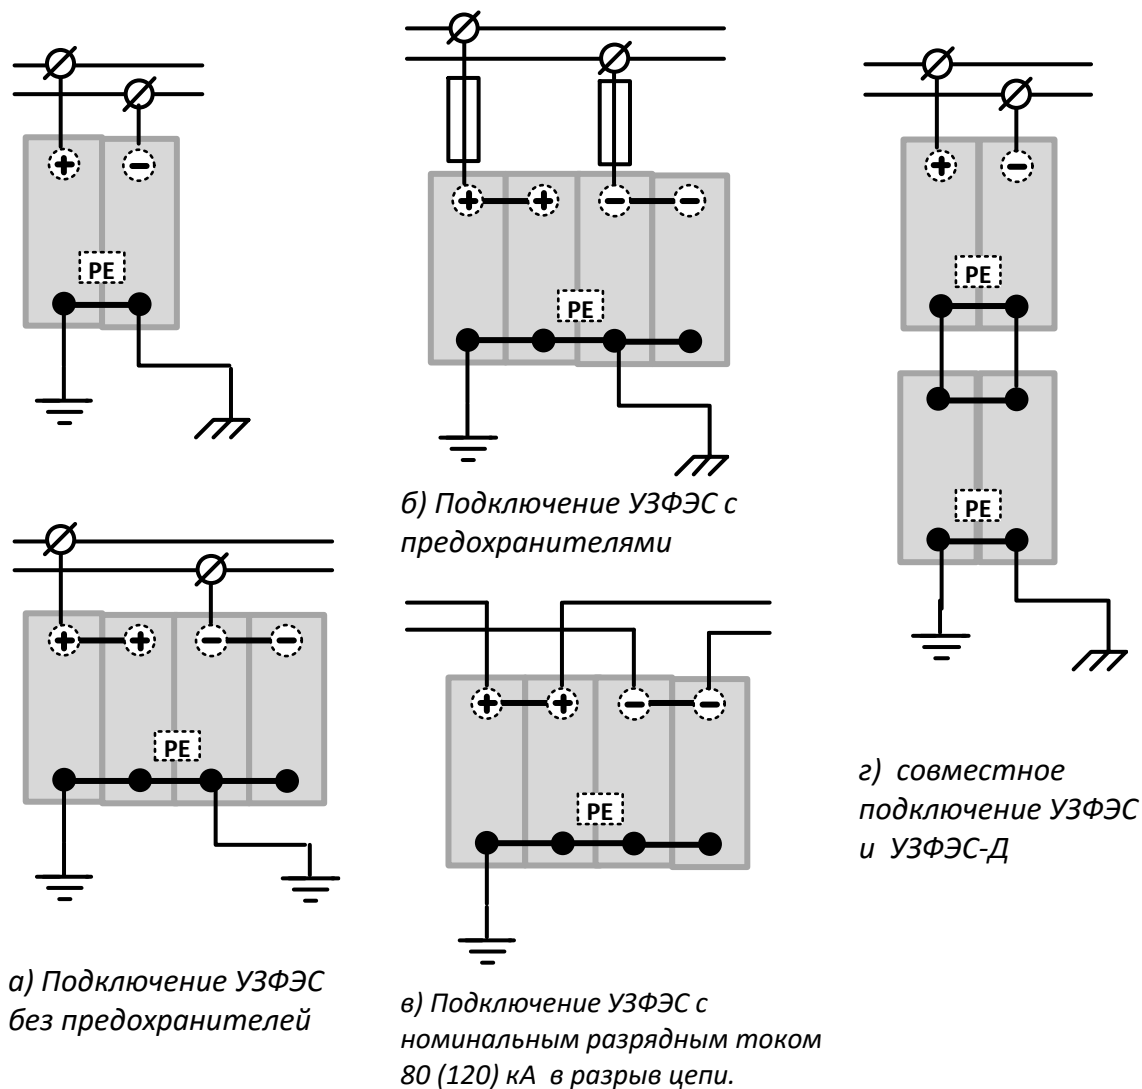

Рисунок 8. Различные способы подключения УЗФЭС
- для УЗФЭС с максимальным разрядным током 80 и 100 кА: в разрыв токоведущих проводов (как показано на рис. 8в), при этом ток, потребляемый нагрузкой не должен превышать 32 А, и должен быть установлен соответствующий предохранитель.
В УЗФЭС всех типов (см. п.1.2 рис.2) в цепи каждого варистора установлен тепловой разъединитель, который так же выполняет функции предохранителя при коротком замыкании в устройстве. Тем не менее, в соответствии с требованиями электро- и пожаробезопасности перед УЗФЭС со стороны солнечной батареи должно быть включено устройство защиты от сверхтока. В случае УЗФЭС-3 это может быть как автоматический выключатель, так и плавкий предохранитель. Для УЗФЭС классов 2 и 1+2 - только плавкий предохранитель. Эти предохранители могут быть установлены как в цепи батареи (рис. 6,7), так и в цепи подключения УЗФЭС (рис. 8б).
УЗФЭС имеет, как минимум, две клеммы «РЕ» для подключения к защитному заземлению. Их можно использовать для подключения к нескольким точкам (рис.8), например: